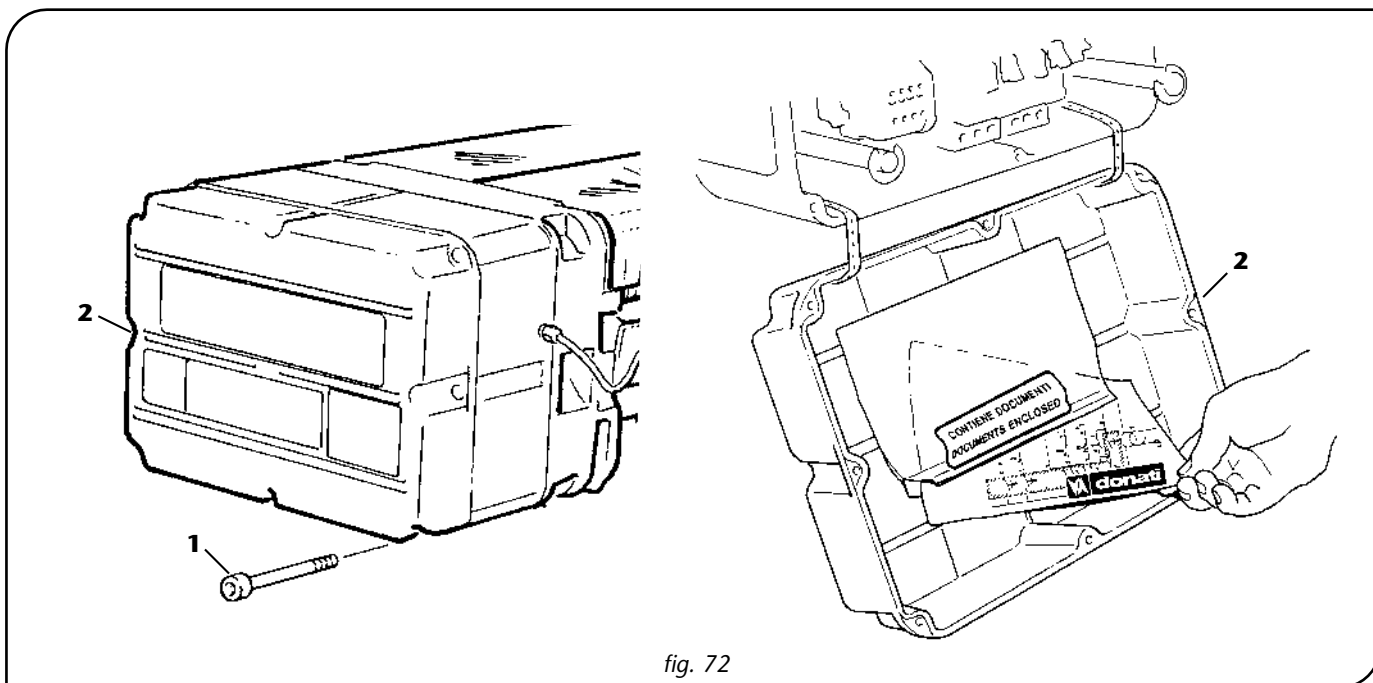

fig. 72
3. Desserrer intégralement les vis -1- du capot côté appareillage (côté opposé au moteur), ôter le capot -2- et vérifier que le schéma des connexions se trouve à l'intérieur (fig. 72).
6. Remettre le schéma des connexions en place dans le capot et remonter le capot -2- en prenant soin de ne pas détériorer le joint et/ou la surface de contact et en serrant à fond les vis -1- (fig. 72).